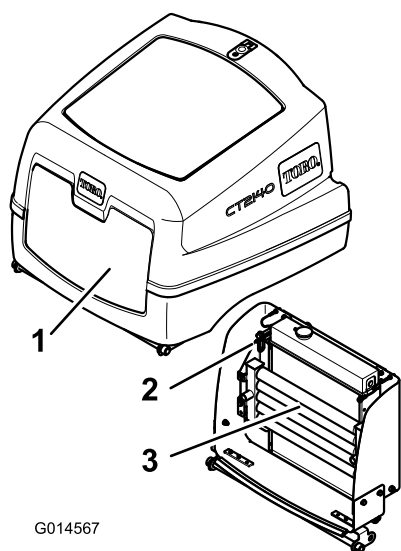

Figura 58
4. Desenganche el cierre y abra la cubierta del motor (Figura 58).